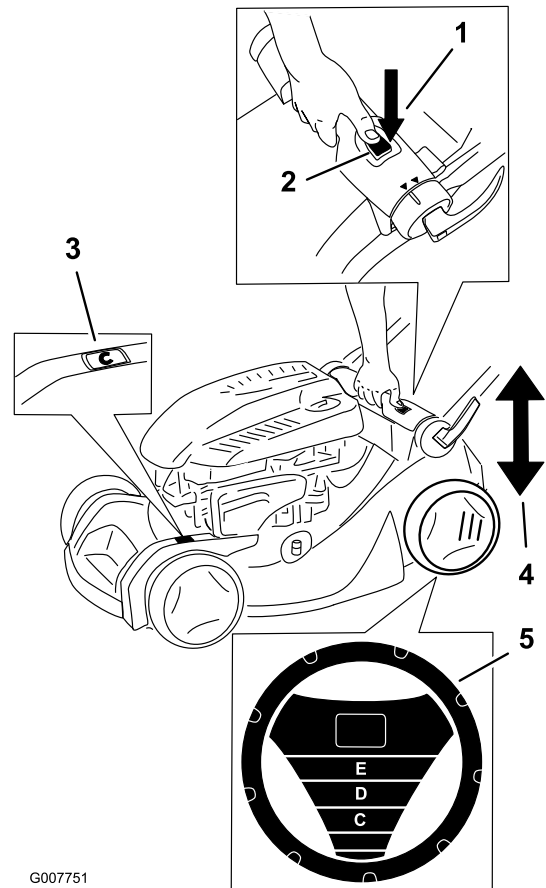

Figura 13
Nota: Il dispositivo SmartWheel® è in grado di calcolare l'altezza di taglio adeguata per falciare non più di un terzo del filo d'erba (Figura 13).
2. Portate il tosaerba sul manto erboso; fermatelo quando il dispositivo SmartWheel raggiunge la posizione verticale (Figura 13).
4. Premete il pulsante di regolazione dell'altezza di taglio e agite sulla manopola di regolazione per alzare o abbassare l'altezza di taglio (Figura 13).
5. Sollevate o abbassate la maniglia ed utilizzate la scala dell'altezza di taglio per regolare il tosaerba all'altezza di taglio desiderata (Figura 13).